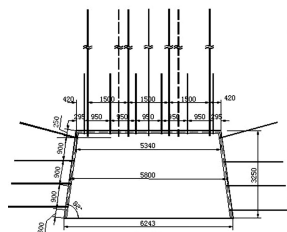
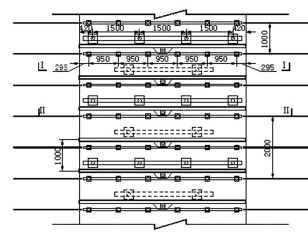

图2 正视图
图3 俯视图
(4)帮锚杆采用 MG500-22-2500 型左旋无纵筋高强度螺纹钢锚杆。帮锚杆直径:φ=22mm。帮锚杆长度:L=2500mm。每排 8 根,帮锚杆间排距 850mm×1000mm,上部锚杆距顶板 250mm,并向上倾斜 15°;下部锚杆距底板 400mm,垂直巷帮打设。钢棚支护正视图见图 2、俯视图见图 3。